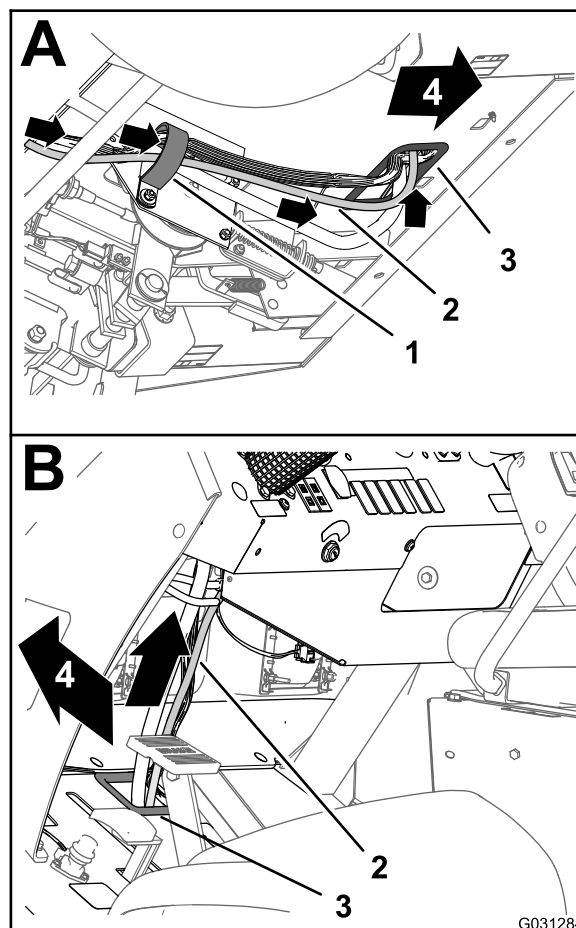

图 142
3. 将数据线束的 220cm 支管向前上方穿过环放在底板孔上的套环图 142。
4. 沿机器前线束向上布放数据线束 220cm 支管图 142。